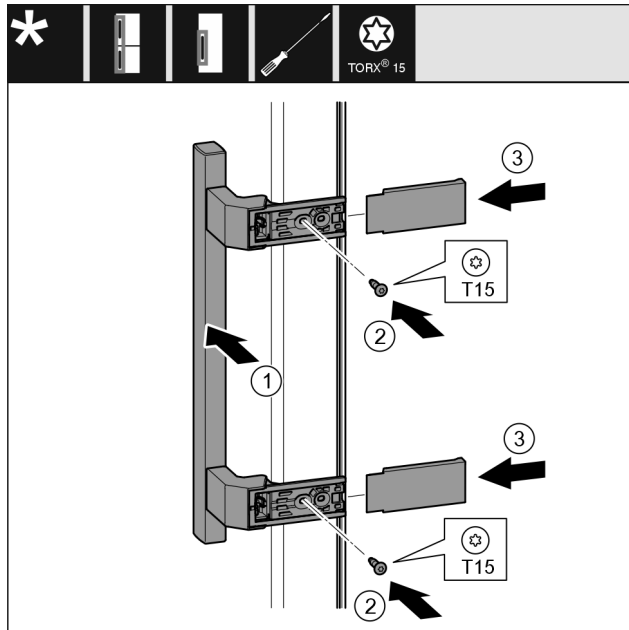

Fig. 28
- Vendosni dorezën Fig. 28 (1) në anën e kundërt.
- Mbërtheni fort vidat Fig. 28 (2) me kaçavidë.
- Vendosni kapakët mbulues Fig. 28 (3) anash dhe shtyjini.